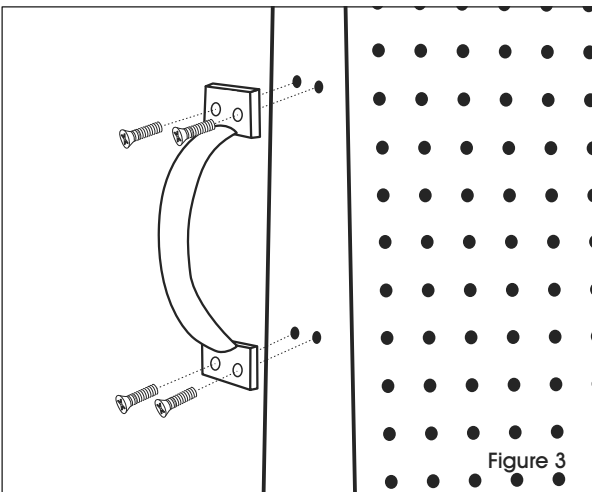

Figure 3
1. Placez une poignée sur l'un des panneaux de support. Alignez les trous de la poignée sur les trous du panneau de support. (Voir Figure 3)
2. Insérez quatre boulons à tête cruciforme à travers les trous de la poignée. Vissez à l'aide du tournevis cruciforme n° 2 sans serrer. (Voir Figure 3)
3. Répétez les étapes 1 et 2 pour la deuxième poignée sur le panneau de support opposé. (Voir Figure 3)